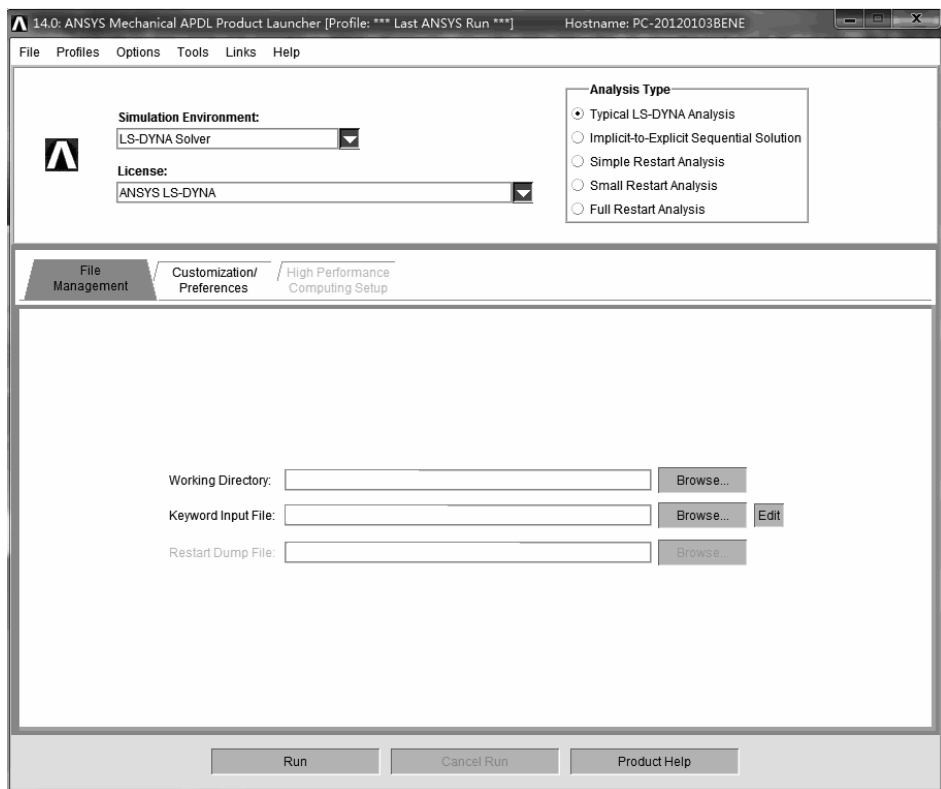

图 5-30 “14.0: ANSYS Mechanical APDL Product Launcher [Profile:***La...” 窗口
(1) 打开 “14.0: ANSYS Mechanical APDL Product Launcher [Profile:***La...” 窗口（见图 5-30）。